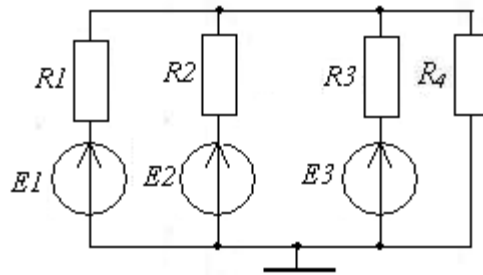

Рис. 3
**Задача №3.** Для схемы, представленной на рис. 3, найти токи, протекающие через резисторы  $R_1$ ,  $R_2$ ,  $R_3$ ,  $R_4$ . Параметры элементов схемы представлены в Таблице 3.